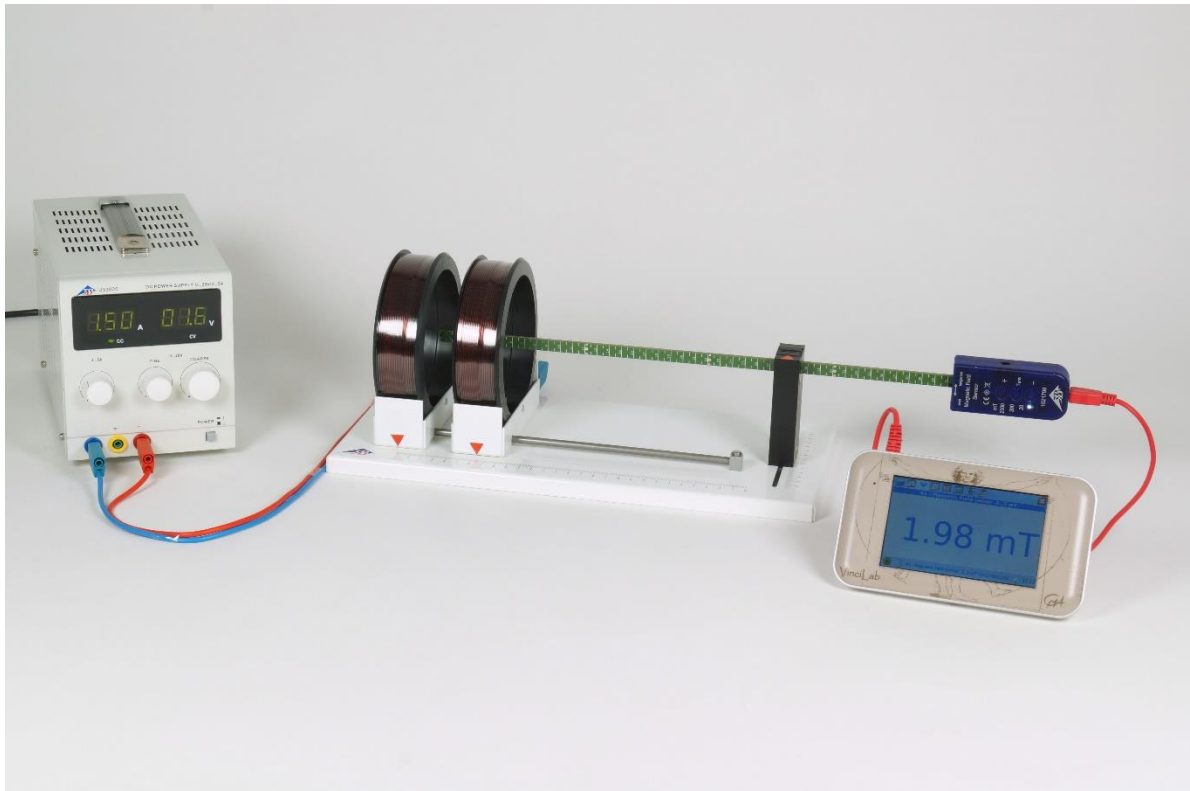

Figura 1: Configurazione sperimentale
- Impostare il test secondo la figura 1.